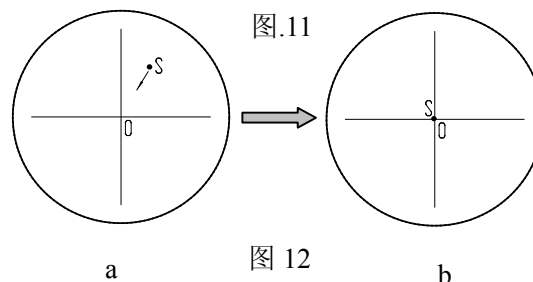

图 12
- (5) 将摄影/目视切换推杆 **4** 拉出，观察监视器或显示屏中的图像是否清晰，如不清晰，微动调节显微镜微动调焦手轮，使显示的图像清晰。
- (6) 如对目视观察与摄影摄像图像有严格的同步要求（图像中心与方向的一致性），则需要进行同步调整，方法如下：
- a) 将摄影/目视切换推杆 **4** 推入，目视观察标本像，在视场中找到一个特征点（易于识别的目标，如图 12-a 的 S 点），并将其移至视场中心，如有分划目镜，则可将目标移至分划目镜十字线的交点，如图 12-b 所示。